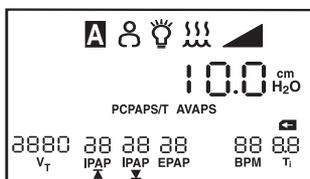

Figura 6–5 Ecrã de monitorização
2. Pressione a tecla  para colocar o dispositivo no estado operacional (e para ligar o fluxo de ar). Surge então o ecrã de monitorização, ilustrado na Figura 6–5.